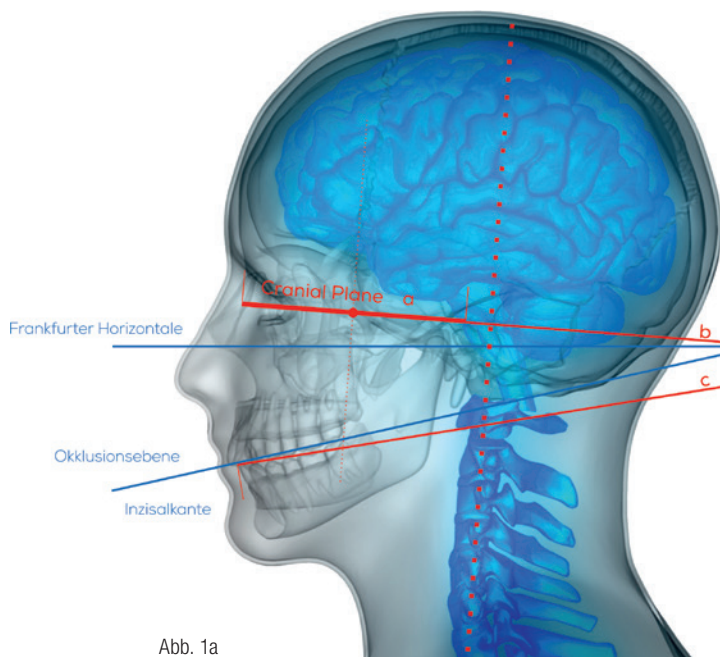
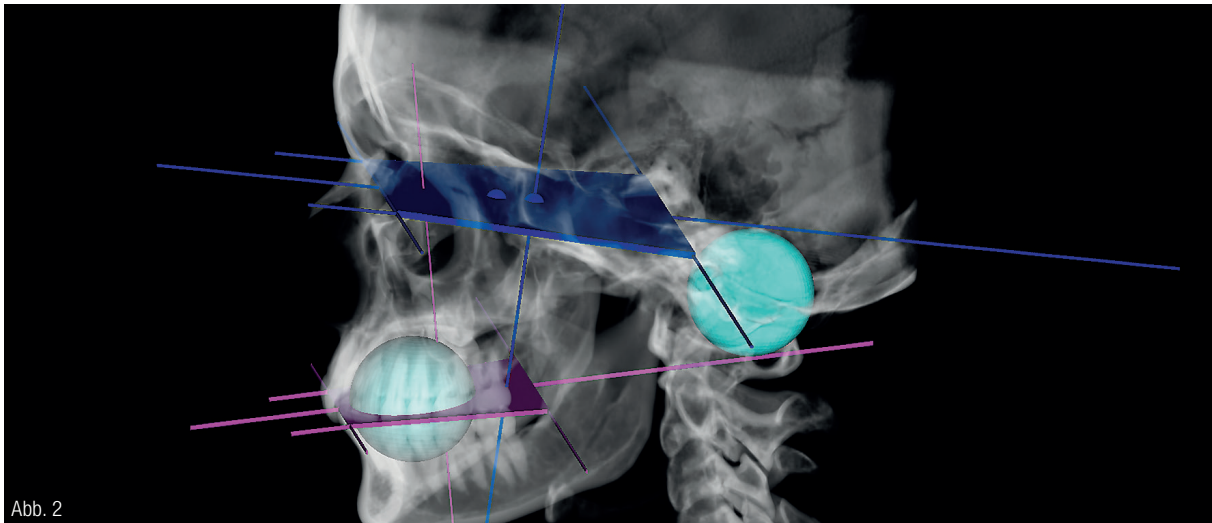
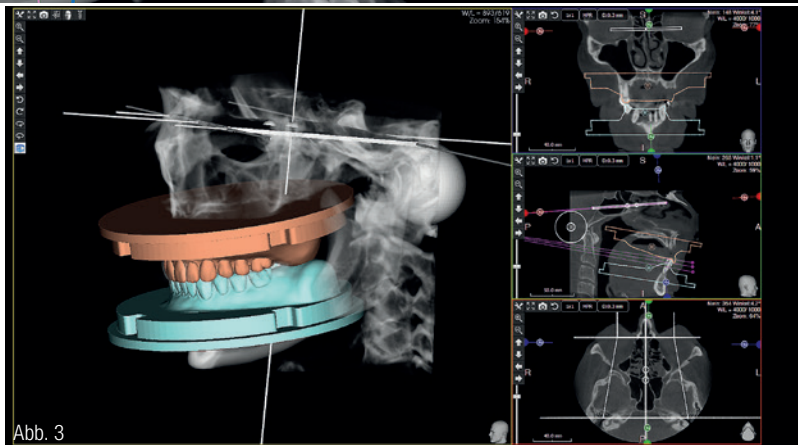
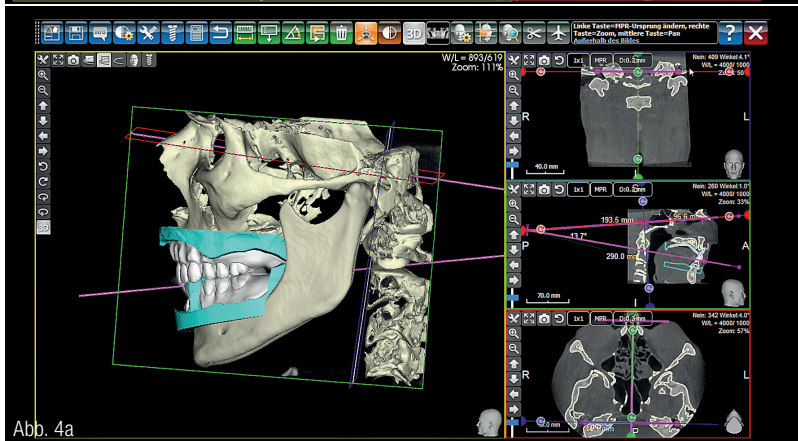

Abb. 1a
Abb. 2
Abb. 3
Abb. 4a
Abb. 1a und b: Die Sinnesorgane dienen mit ihren Eintrittspunkten in das Humansystem als anatomische Referenzpunkte.
organe am Ort ihrer sensorischen Aufnahme, also an den Eintrittspunkten in das Humansystem verwendet und miteinander verbunden (Abb. 1a und b). Aus diesen definierten anatomischen Referenzpunkten im Schädel des Menschen lässt sich eine Bezugsebene – die Cranial Plane (CP; Abb. 2) – ableiten. Diese Ebene kann zur Kalibrierung und Referenzierung aller medizinischen Therapieverfahren, sowohl zahnmedizinisch als auch humanmedizinisch herangezogen werden und erlaubt es dem Mediziner, Wissenschaftler und Techniker von definierten Referenzpunkten und Referenzebenen aus genaue und reproduzierbare Messungen durchzuführen. Das ist der
Abb. 2: Ableitung der Cranial Plane (CP) als Bezugsebene aus den anatomischen Referenzpunkten. Abb. 3: Positionierung der virtuellen Prothesenblanks nach dem CranioPlan®-Verfahren. Abb. 4a und b: Integration der Restbeziehung in die nach dem Verfahren CranioPlan® geplante Prothese.
Auf der Basis der Analyse des 3D-kephalometrischen CranioPlan®-Verfahrens (Abb. 2) erfolgt die Festlegung der Referenzpunkte im Bereich der Augen und des Innenohrs und daraus resultierend die Festlegung der CP. Die Festlegung der Okklusionsebene erfolgt in einem durch die Analyse bestimmten Winkel eindeutig zur CP. Unter Berücksichtigung dieser Vorgaben erfolgt nun die Positionierung der virtuellen Prothesenblanks BDLoad® in der DVT-Aufnahme (Abb. 3). BDLoad® ist ein Fräsrohling, in dem die Zahnreihen in funktioneller, ästhetischer Aufstellung bereits integriert sind. Die jetzt perfekt anatomisch positionierten STL-Daten der BDLoad® und die Daten der jeweiligen Kieferabformungen werden dann aus der Software 3Diagnosys® exportiert und in eindeutiger geometrischer Zuordnung in das Konstruktionsprogramm BDCreator® PLUS importiert und dort digital weiterverarbeitet (Abb. 4). Das Ergebnis ist die fertige digitale Prothese, welche dann in einer Fräseinheit produziert, analog nachgearbeitet und eingegliedert wird (Abb. 5 und 6).